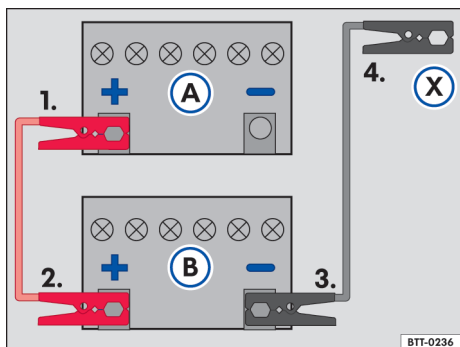

Fig. 123 Esquema para a conexão dos cabos auxiliares de partida: bateria descarregada (A) e bateria fornecedora de corrente (B).
- Conectar uma extremidade do cabo auxiliar de partida *vermelho* ao polo positivo (+) do veículo com a bateria do veículo descarregada (A) → ⚠.
- Conectar a outra extremidade do cabo auxiliar de partida *vermelho* ao polo positivo (+) da bateria do veículo fornecedora de corrente (B).
- Conectar uma extremidade do cabo de auxílio na partida *preto* ao polo negativo (-) da bateria do veículo fornecedora de corrente (B) → Fig. 123.
- Conectar a outra extremidade do cabo auxiliar de partida *preto* (X) no veículo com a bateria do veículo descarregada em uma peça maciça de metal aparafusada firmemente ao bloco do motor ou no próprio bloco do motor - porém não nas proximidades da bateria (A) → ⚠.